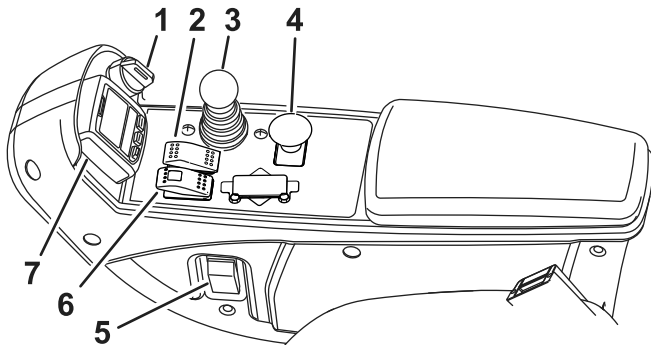

Bild 39
**Hinweis:** Nehmen Sie in Notbremssituationen den Fuß vom Fahrpedal und schalten Sie den Schalter der Feststellbremse nach vorne (Bild 39).
Wenn Sie das Lenkrad zu Ihnen kippen möchten, treten Sie das Pedal (Bild 39) durch und ziehen die Lenksäule zu sich, bis Sie die bequemste Stellung erreicht haben. Nehmen Sie dann den Fuß vom Pedal.
Das Zündschloss (Bild 39) hat drei Stellungen: AUS, EIN/GLÜHKERZEN und START.
Um die Feststellbremse zu aktivieren, (Bild 39) stellen Sie den Schalter auf der Konsole nach vorne. Das rote Licht am Schalter leuchtet auf, wenn die Feststellbremse aktiviert ist. Stellen Sie den Schalter nach hinten, um die Feststellbremse zu lösen.
Dieser Hebel (Bild 39) hebt und senkt die Mähwerke.
Auf dem InfoCenter-LCD-Display werden Informationen zur Maschine angezeigt, u. a. Betriebszustand, verschiedene Diagnostikwerte und andere Informationen zur Maschine (Bild 39).
Schalten Sie den Schalter nach oben, um die Scheinwerfer einzuschalten (Bild 39).